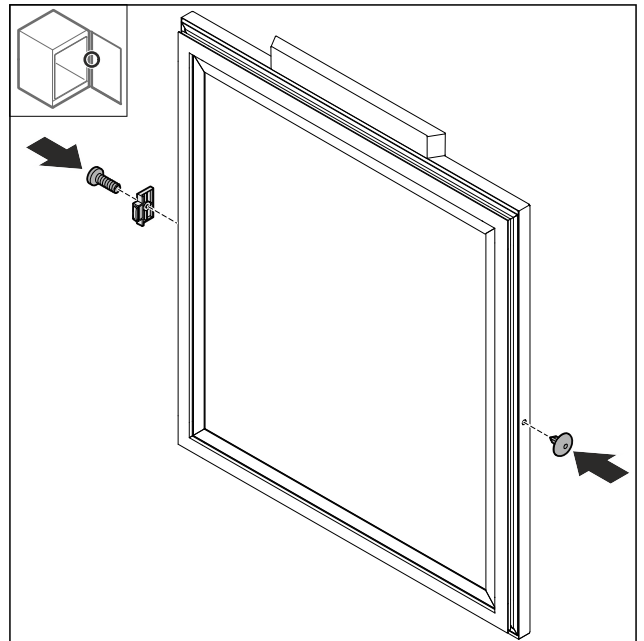

Fig. 70
- ▶ Tourner la butée de porte Fig. 70 (1) à 180° et l'installer de l'autre côté.
- ▶ Installer le cache Fig. 70 (2) du côté opposé.